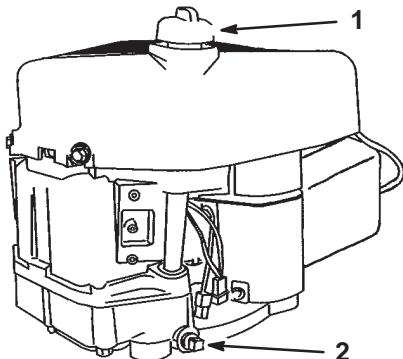

Bild 16
3. Reinigen Sie den Bereich um den Ölpeilstab herum (Bild 16), damit kein Schmutz in den Einfüllstutzen gelangen und so den Motor beschädigen kann.
- Stellen Sie ein Auffanggefäß unter die Verschluss-schraube (Bild 16) und entfernen die Schraube.
- Gießen Sie ca. 80% der angegebenen Ölmenge langsam in das Einfüllrohr (Bild 16). Kontrollieren Sie den Ölstand. Siehe Prüfen des Ölstands, Seite 21, Schritte 4 und 5.
- Gießen Sie ca. 80% der angegebenen Ölmenge langsam in das Einfüllrohr (Bild 16). Kontrollieren Sie den Ölstand; siehe Prüfen des Ölstands, Seite 21, Schritte 4 und 5.